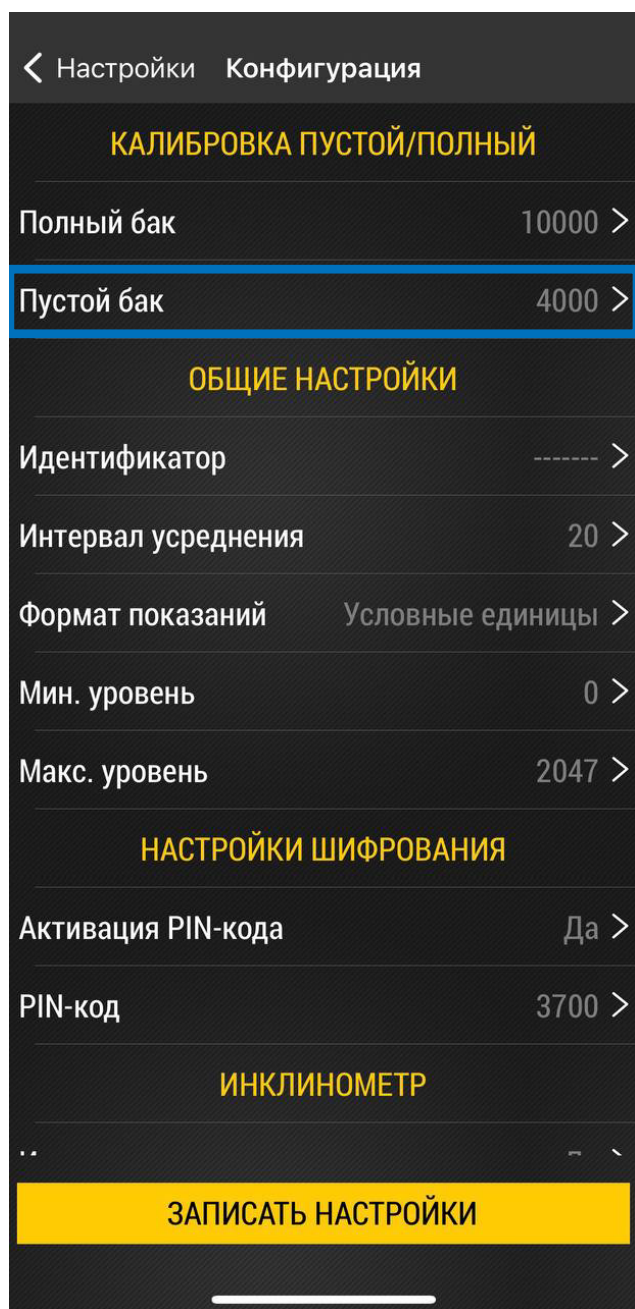

Рис.18. Меню «Конфигурация».
- В меню «Конфигурация» выберите «Пустой бак» (**Рис.18**). Откроется меню установки показаний пустого бака. Анимация на экране отображает текущие показания и наличие колебаний.